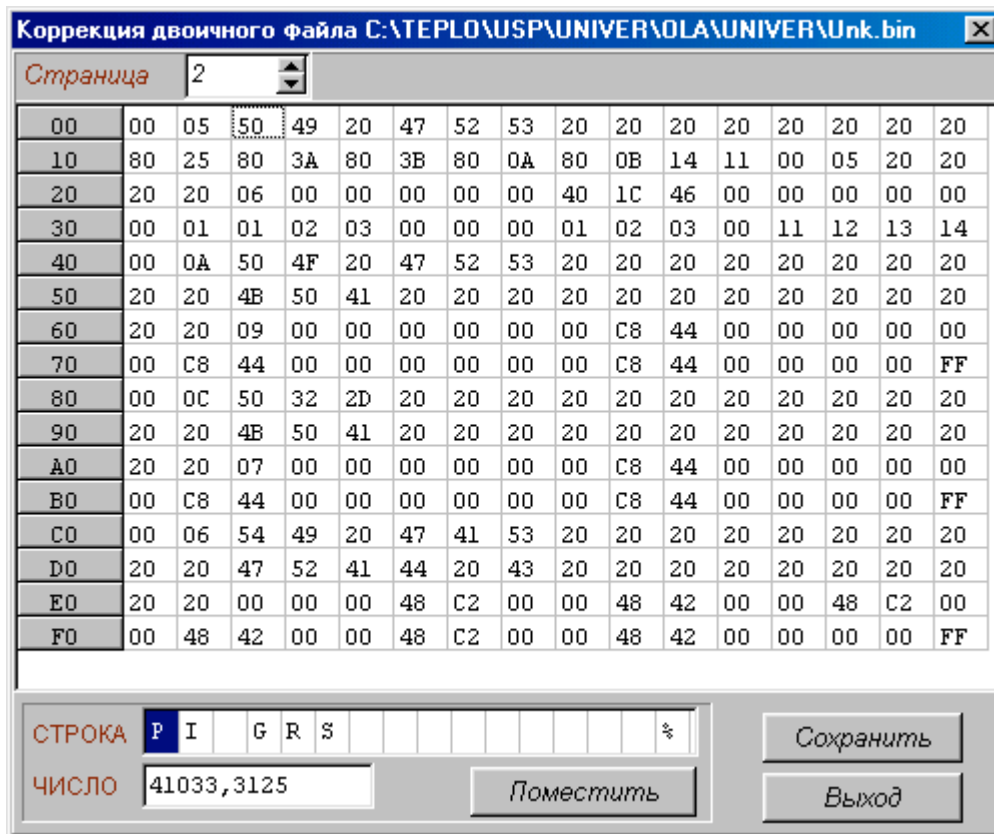

Рисунок 3.14 – коррекция двоичного файла
3.2.5.3 Коррекция двоичного файла Настройки вычислителя в данной версии программы производятся только в режиме «коррекция двоичного файла». При входе в него открывается окно, содержащее шестнадцатиричные коды содержимого одной из 16 возможных страниц файла емкостью 256 байт каждая. Код номера страницы определяет старший разряд адреса требуемого байта в двоичном файле. Например, байт с относительным шестнадцатиричным адресом 0242 находится на странице 2, имеет на ней адрес 42 и равен 50 (см. рисунок 3.14). Для выбора номера страницы служит отдельное окно. Страница 0 содержит общие настройки и корректируется в основном через меню «настройка протоколов». Страницы 1 и 2 содержат настройки вычислителя и фор-